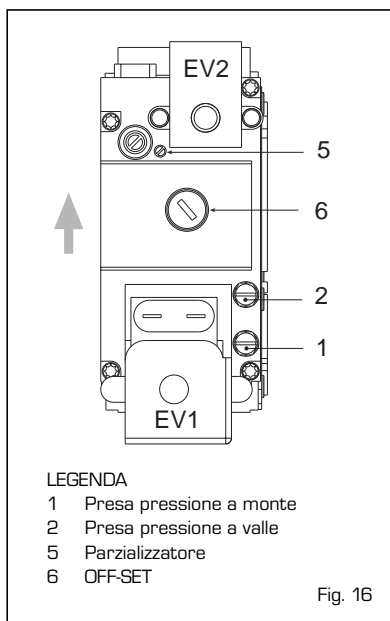

Fig. 16
4.1 VALVOLA GAS (fig. 16)
La caldaia è prodotta di serie con valvola gas modello SIT 822 NOVAMIX (fig. 16).
- 3) Ricercare i valori di CO₂ alla potenza max riportati di seguito agendo sul parzializzatore (5 fig. 16):
- 5) Ricercare i valori di CO₂ alla potenza min riportati di seguito, agendo sulla vite regolazione OFF-SET (6 fig. 16):